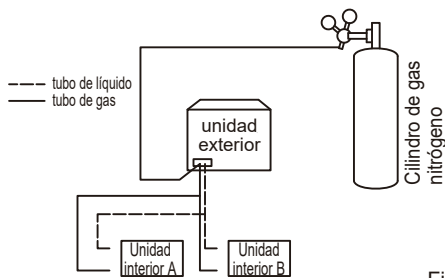

Figura 5.27
4. Utilice tapones ciegos para bloquear todas las aperturas del lado del líquido (gas), salvo la apertura en la unidad interior que está más lejos de las unidades exteriores ("Unidad interior A" en la Figura 5.27).
8. Purgue las otras aperturas de la misma forma, trabajando en secuencia desde la unidad interior A hacia las unidades exteriores. Consulte la Figura 5.27.